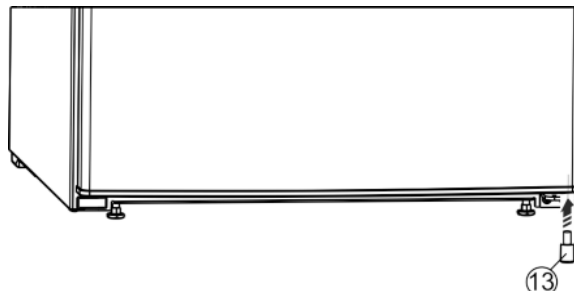

Fig. 6
- Снова вставьте в дверь распорную деталь Fig. 6 (13) справа внизу - это важно для обеспечения устойчивости устройства.